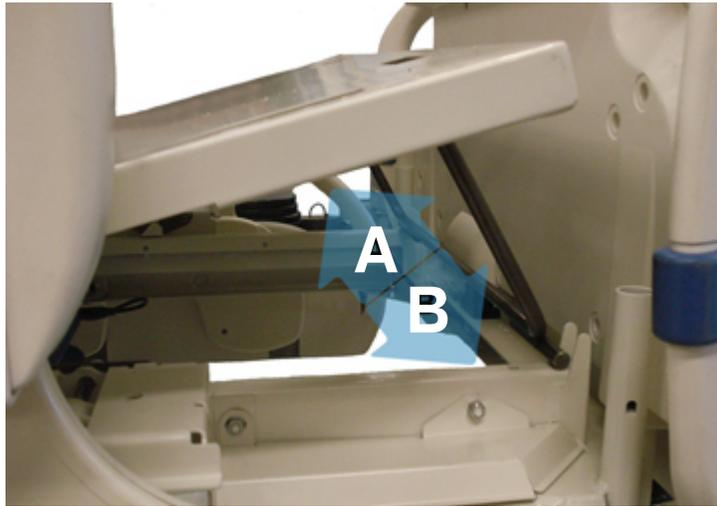

Figure 7 – Élévation ou abaissement de la partie jambes inférieure
1. Saisir la partie jambes inférieure avec les deux mains (A) (Figure 7).
3. Guider la partie jambes inférieure vers le bas jusque dans le plan de couchage (B) (Figure 7).